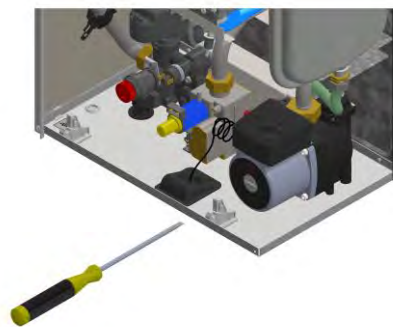

Рис. 6 Проверка циркуляционного насоса
- не заблокирован ли насос. Для этого при помощи отвёртки открутите заглушку насоса и совершите вращательные движения его вала несколько раз в разные стороны (см. рисунок 6). Затем плотно закрутите заглушку. При выполнении данной операции возможны протечки теплоносителя из насоса, после установки заглушки необходимо удалить остатки теплоносителя с компонентов аппарата (протереть);